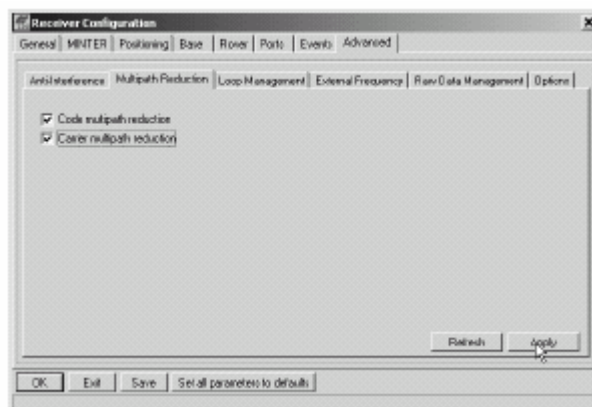

Figura 3-3. Configuración de Multipath
3. Haga clic en la pestaña *Advanced* y a continuación, en la pestaña *Multipath*; marque las casillas que se indican a continuación y al finalizar haga clic en **Aplicar** (Figura 3-3).